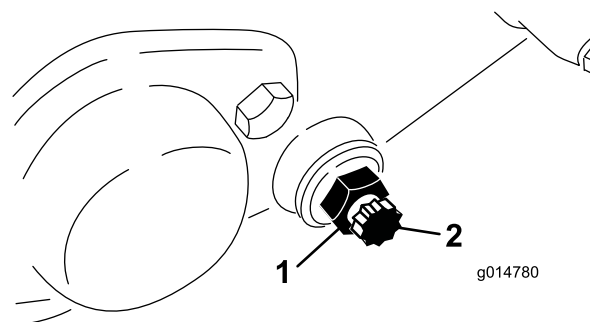

図 56
4. 各ベッドバーボルトを抜いてベッドバーを下に引き抜いて外す。ベッドバーの両端にナイロンワッシャとスチールワッシャが枚ずつあるので注意する 図 56。
3. ベッドバーボルト 図 56 を固定しているジャムナット機体両側をゆるめる。